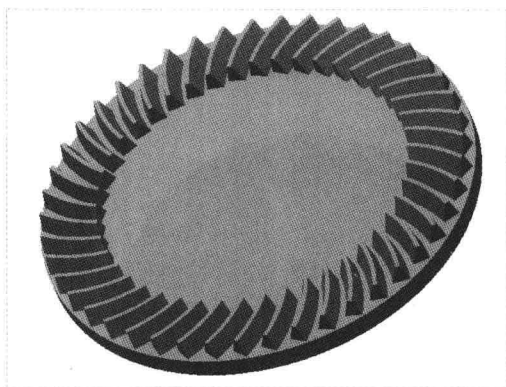

图 14-55 创建阵列特征
Step 12 在“输入第一方向的阵列成员数”和“输入阵列成员间的角度”数值框中输入 45 和 8，单击“应用并保存在工具中所做的所有更改，然后关闭工具操控板”按钮，完成阵列特征的操作，如图 14-55 所示。